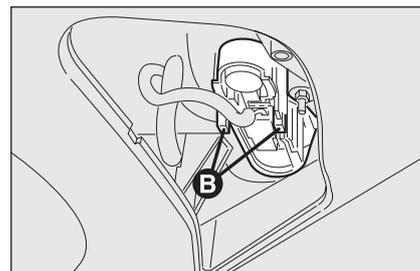

fig. 32
- estrarre il gruppo portalampe agendo sulle linguette di ritgno **B**-fig. 32;
- reinserire il gruppo portalampane fissandolo correttamente in posizione mediante le linguette di ritegno **B-fig. 32**;
- estrarre il gruppo portalampane agendo sulle linguette di ritegno **B-fig. 32**;